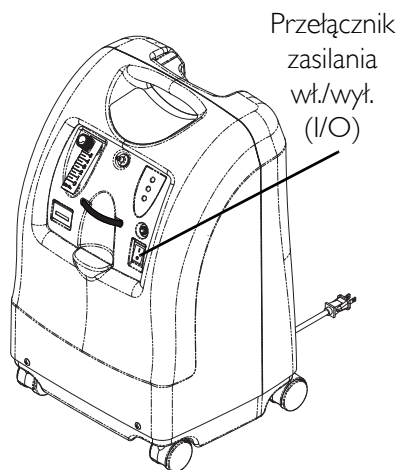

RYSUNEK 6.3 Komora nawilzacza
UWAGA: Informacje dotyczące tej procedury przedstawiono na RYSUNEK 6.1, RYSUNEK 6.2 na stronie 148, RYSUNEK 6.3 na stronie 149.
6. Podłącz łącznik butelki nawilzacza do butelki nawilzacza, obracając nakrętkę znajdującą się na butelce nawilzacza w kierunku przeciwnym do ruchu wskazówek zegara do czasu pewnego jej zamocowania. Zob. Szczegół "A" w RYSUNEK 6.3.
7. Umieść zespół butelki nawilzacza/łącznika w przedziale nawilzacza koncentratora. Zob. Szczegół "B" w RYSUNEK 6.3.
8. Podłącz przewody tlenowe od zespołu butelki nawilzacza/łącznika do zaworu odpływu tlenu koncentratora. Zob. Szczegół "B" w RYSUNEK 6.3.
9. Do wylotu butelki nawilzacza podłącz kaniulę/przewody dostarczające dla pacjenta. Zob. Szczegół "B" w RYSUNEK 6.3.